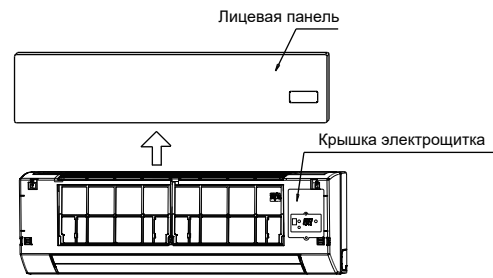

Рисунок 7-1
- Снимите лицевую панель, затем демонтируйте крышку электрощитка (см. Рисунок 7-1).